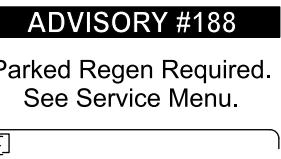

Figure 50
- Avis n° 188 – régénération en stationnement requise (Figure 50)